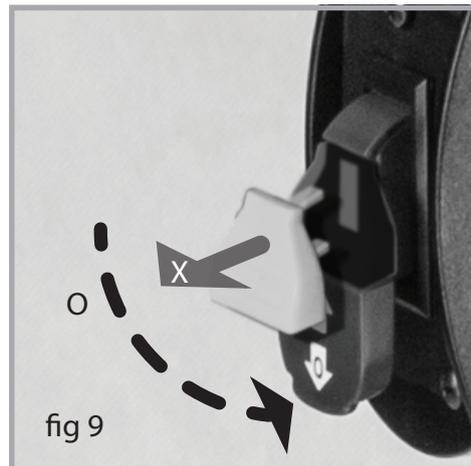

fig 9
3. Pour mettre la perceuse hors tension, appuyez sur l'interrupteur vers le bas, à la position O, (fig 9).
4. Pour verrouiller l'interrupteur en position Arrêt (OFF) (O), retirer la clé de sécurité (X, fig 9) sur de l'interrupteur.. Rangez-la dans un endroit sûr.